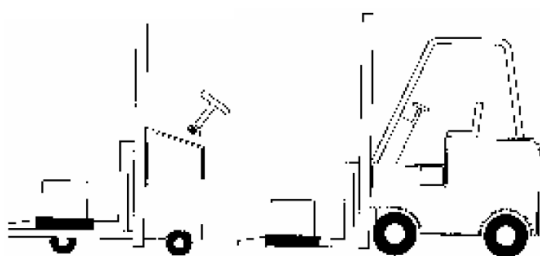

Рис. 2
1. Для транспортировки до места назначения, производящееся до вскрытия упаковки, используйте подъемное устройство (Рис. 2)